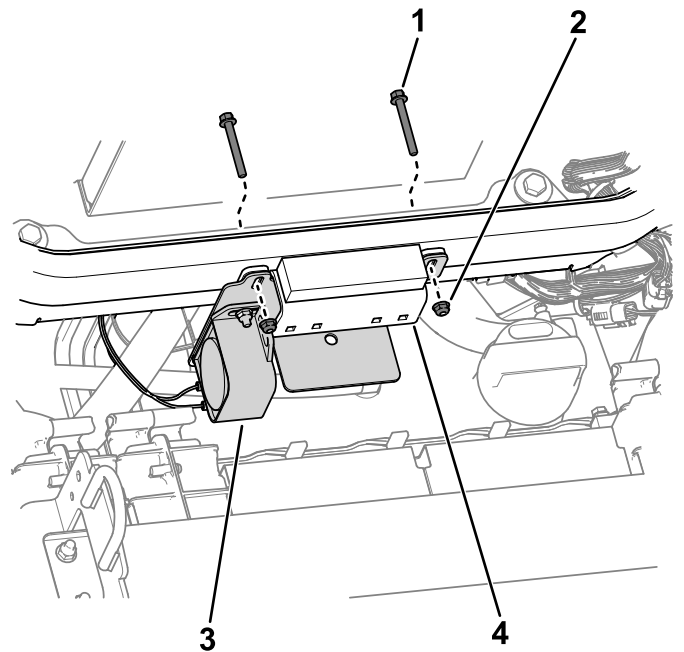

Bild 3
4. Verwenden Sie die vorhandenen Schrauben und Muttern der Haubenstützhalterung, um die Befestigungshalterung am Rahmen der Zugmaschine zu befestigen (Bild 3).